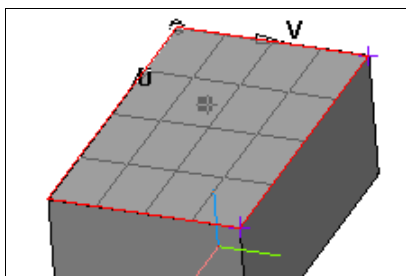

Рис. 23.7. Поверхность в виде фантома
- ♦ нажмите кнопку **Поверхность** и укажите ЛК мыши поверхность, на которой необходимо построить точку. Выбранная поверхность подсветится и на ней появится фантом математической поверхности в виде сетки функций изменения параметров U и V (рис. 23.7). В окне **Поверхность** появится наименование выбранного объекта;